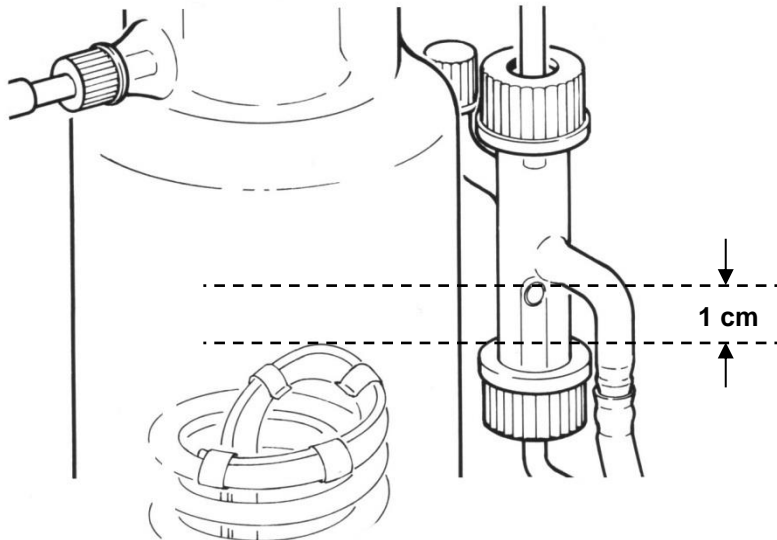

Abb. 2
2. Das Reglerteil DZ 8103 nach Abb. 2 einstellen.